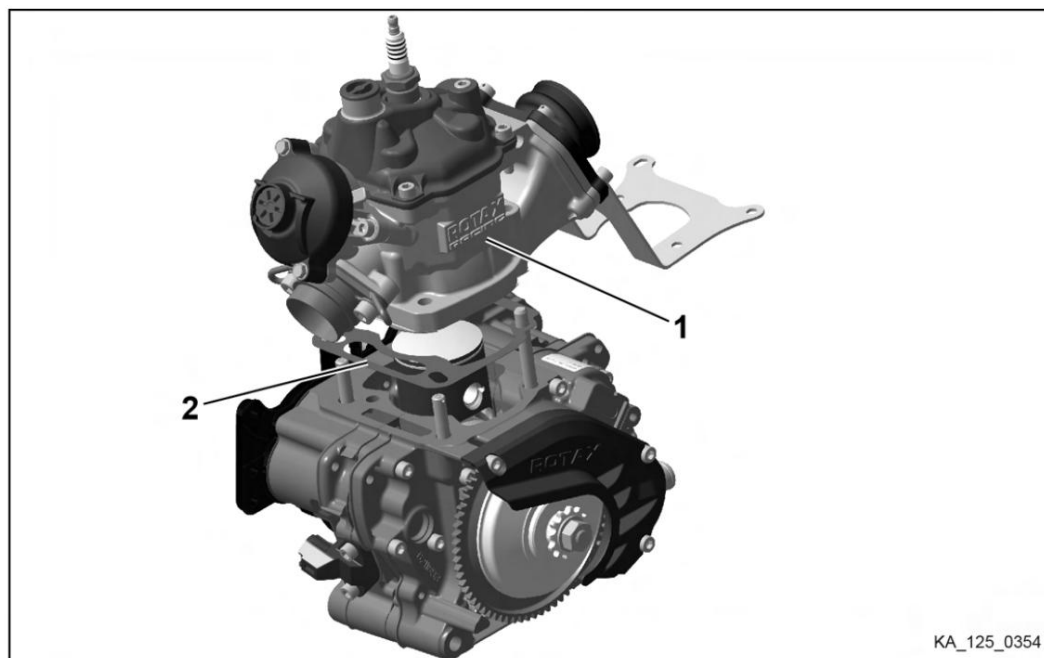

図4.2: シリンダー
- 図4.2「シリンダー」を参照してください。シリンダーを取り外すには、次の手順に従います。